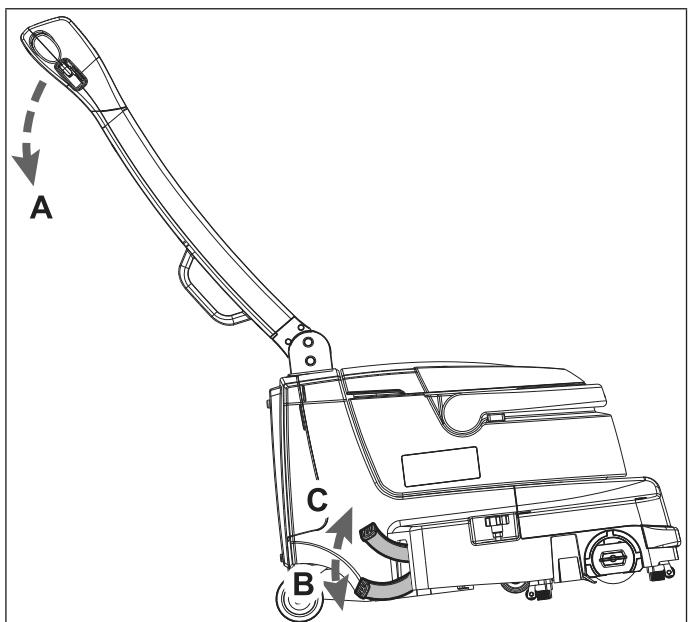

Рис. 1
Чтобы облегчить использование педали парковки (10), слегка поднимите переднюю часть машины. Для этого нажмите руками на ручку управления, используя ее как рычаг (A, Рис. 1).
1. Положив руки на ручку управления (A), слегка поднимите переднюю часть машины, затем нажмите педаль (B, Рис. 1).